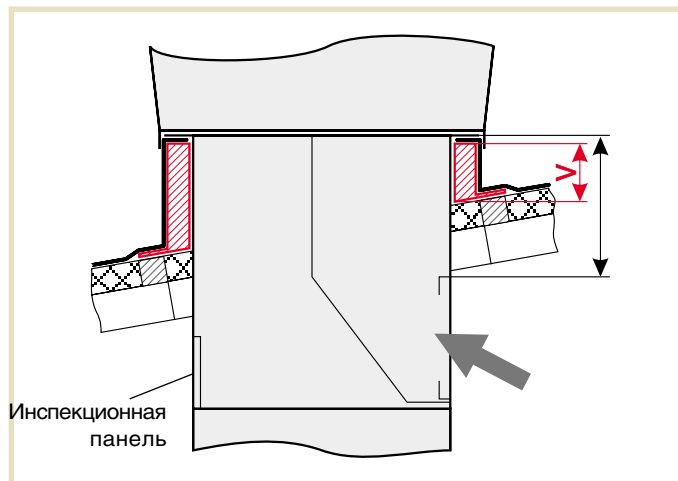
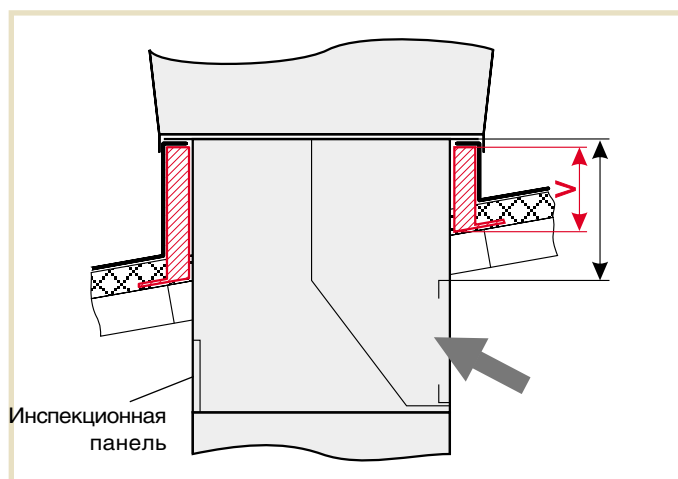

Рис. 6: Монтаж основания на поверхности крыши
Рис. 7: Основание встраивается в крышную конструкцию
Высота монтажного основания (V) определяется расстоянием (H) между верхней кромкой вытяжной решетки и фланцем нижней части агрегата (см. таблицу 5). Очень важно при заказе оборудования указать, каким образом будет монтироваться основание на крыше - непосредственно на поверхности (Рис. 6) или встраиваться в крышную конструкцию (Рис. 7).